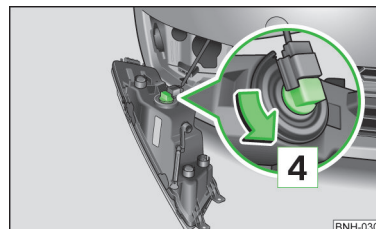

Fig. 154
- Quitar el conector » fig. 154.
- Gire el portalámparas en el sentido de la flecha **4** » fig. 154 y extráigalo.